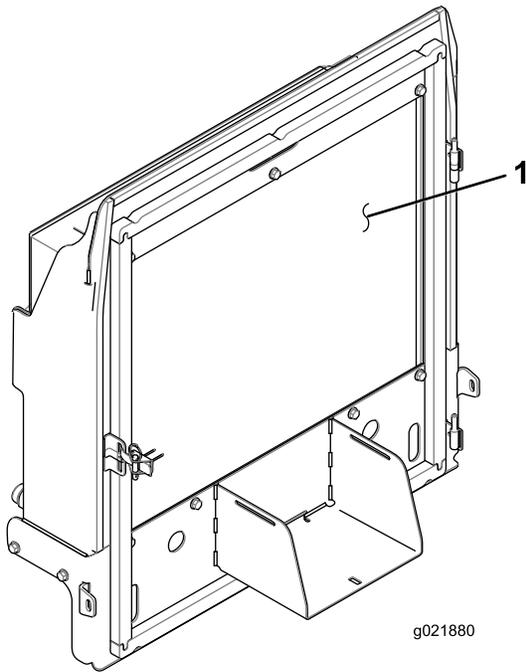

図 143
4. オイルクーラ/ラジエターの裏表を圧縮空気ですっきりと清掃する(図 143)。